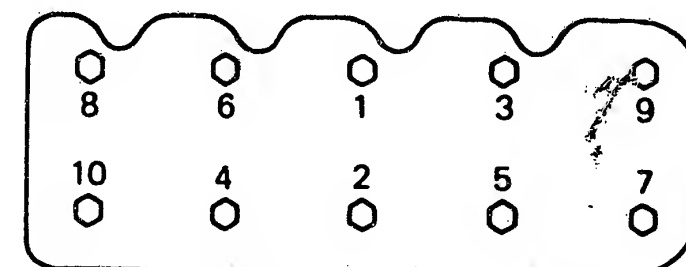

Bild 7 Die Zylinderkopfschrauben werden in der gezeigten Reihenfolge mit 69...73Nm bei kaltem und 79...83Nm bei warmem Motor festgezogen.
a) Dieser kann bei eingebautem Motor entfernt werden. Die Zylinderkopfschrauben sind in umgekehrter Anzugsreihenfolge (Bild 7) zu lösen.
Die Zylinderkopfschrauben sind schrittweise in der korrekten Reihenfolge (Bild 7) anzuziehen. Das Nachziehen erfolgt, nachdem der Motor Betriebstemperatur erreicht hat und wieder abgekühlt ist. Die Schrauben sind leicht zu lösen.